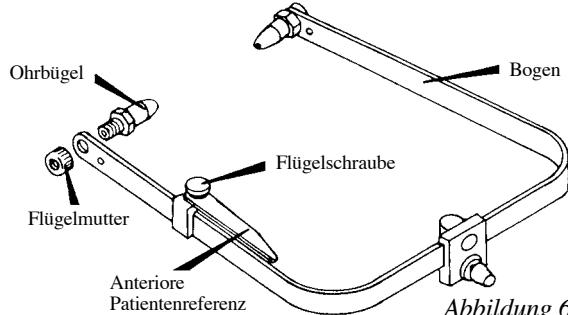

Abbildung 6
1. Die Ohrbügel manuell mit Hilfe der gerändelten Flügelmuttern (siehe Abbildung 6) am Bogen